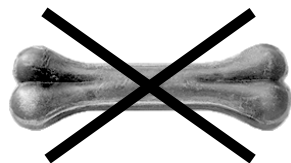

Abb. 16
- Diese Maschine ist zum Schneiden von nicht gefrorenen, knochenfreien Fleisch - und Wurstwaren entworfen worden (Abb.16). Jeder andere Gebrauch, einschließlich Gemüseschnitt, gilt als unzumutbar und ist gefährlich.